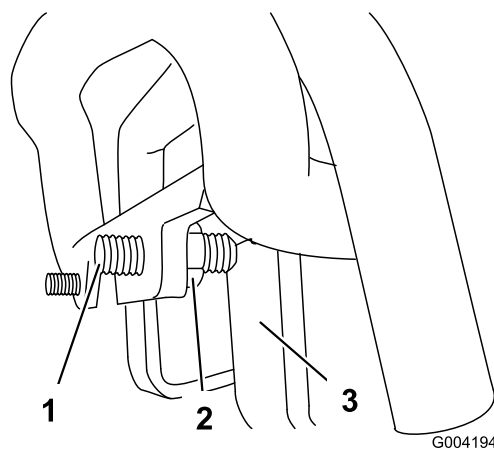

Figura 55
3. Se la macchina devia verso **sinistra**, allentate il controdado **destro** e regolate la vite di arresto sulla parte anteriore del comando della trazione (Figura 55).
4. Se la macchina devia verso **destra**, allentate il controdado **sinistro** e regolate la vite di arresto sulla parte anteriore del comando della trazione (Figura 55).